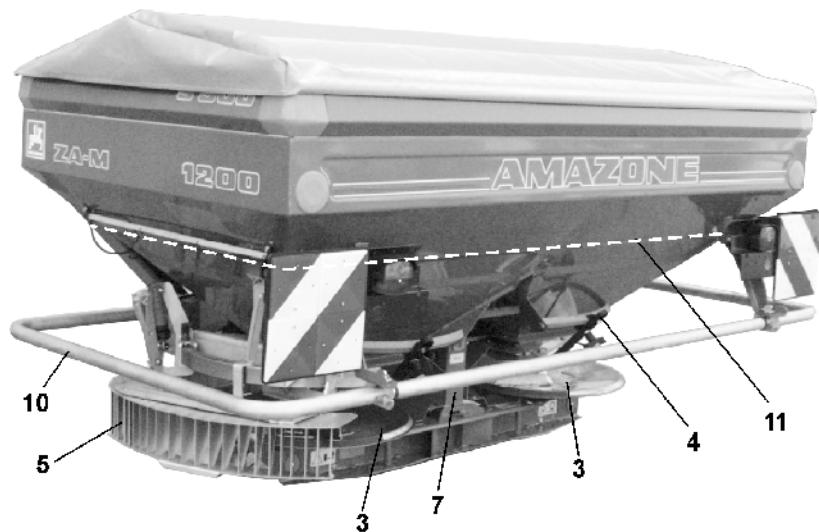

Рис. 2
- Распределяющие диски Omnia-Set (Рис. 2/3)
- Переводной рычаг для регулирующей шиберной заслонки (Рис. 2/4)
- Устройство для распределения на границах Limiter (Рис. 2/5)
- Цепная защита привода ворошильного валика (Рис. 2/7)
- Защитная трубчатая дуга при использовании распределяющих дисков OM 24-36 (Рис. 2/10)
- Защитная решетка в бункере (Рис. 2/11)